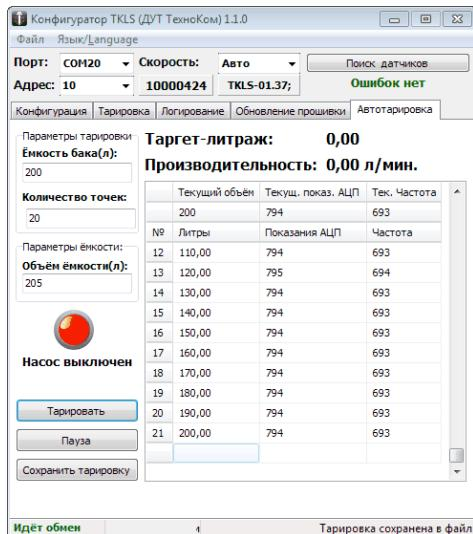

Рис.4. Завершение тарировки.
- После того как будут вычислены все точки тарировочной таблицы, тарировка будет завершена (Рис.4).